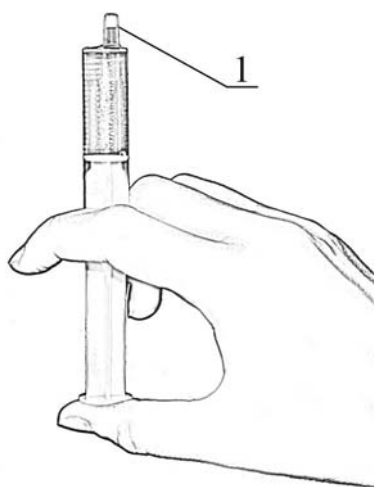

Рисунок 9. Забор пробы
3.6.4 Для забора пробы удобно использовать шприц 3 объемом 5 см³ с иглой 7 (рисунок 1). Забор пробы следует производить, медленно перемещая поршень шприца до риски 4 мл. Затем перевернуть шприц иглой вверх и еще немного потянуть поршень вниз, чтобы освободить иглу от остатков пробы. Отсоединить иглу от шприца и сразу же присоединить ее к воздухопроводу микрокомпрессора для продувки. Продолжая удерживать шприц вертикально нужно стравить воздух так, чтобы граница жидкости 1 (рисунок 9) переместилась в конус шприца. Это позволит избежать пролива при вводе пробы в измерительную ячейку плотномера.